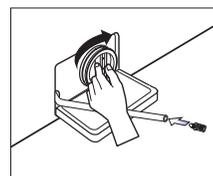

Fig.16
- Insérez le couvercle de la trappe à monnaie et vissez -le. (Fig.16)